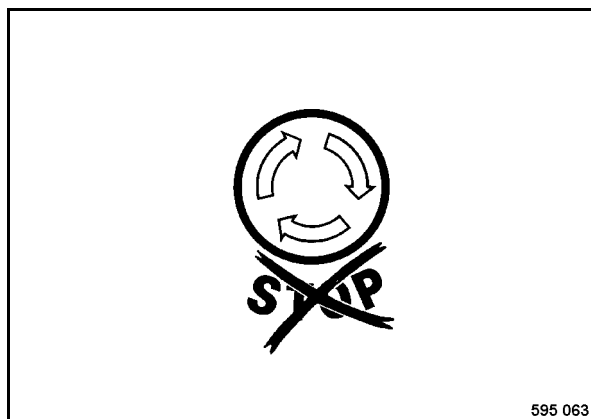

Fig. 36
- Comprobar si el conmutador de parada de emergencia (Fig. 36) está desbloqueado.